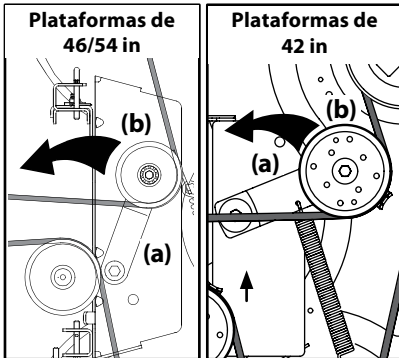
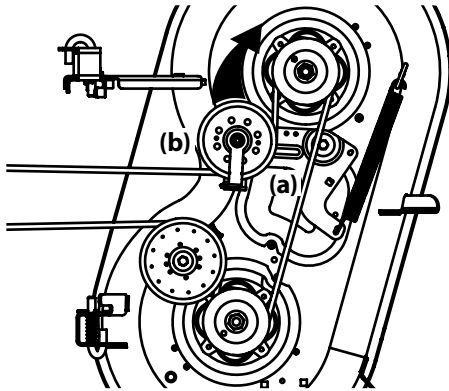

Figura 4-13
Figura 4-14
- b. Desde la parte media del tractor, haga girar el soporte de la polea loca (a) y la polea móvil (b) hacia atrás en las plataformas de 42/46/54 in y hacia adelante en las plataformas de 34 in solo lo suficiente para levantar la correa por encima de la polea del husillo. Consulte la Figura 4-13 para las plataformas de 42/46/54 in y la Figura 4-14 para las plataformas de 34 in.
- Ubique la manija de elevación de la plataforma en la posición de corte más elevada. Vea la Figura 4-14.